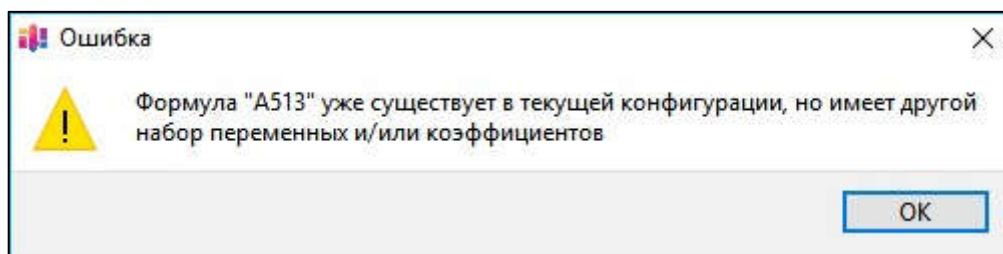

Рисунок 3.11 – Сообщение об ошибке
– ошибка при сопоставлении формул. В процессе импорта происходит сверка формул из экспортного файла с формулами из текущей конфигурации **по имени и набору коэффициентов и переменных**. Если совпадает только имя, но коэффициенты и/или переменные отличаются, импорт отклоняется с сообщением вида (см. рисунок 3.11):